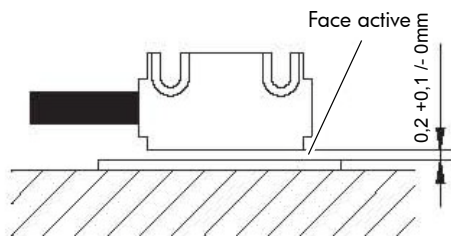

Fig. 2-6 Distance sonde / bande magnétique
- Attention à la distance entre la sonde et la bande magnétique, et à la tolérance angulaire. Celles-ci doivent être maintenues sur toute la longueur (voir fig. 2-6 à 2-8).
- La distance entre la sonde et la bande magnétique n'est pas maintenue sur toute la longueur. La sonde touche la bande (voir fig. 2-6).